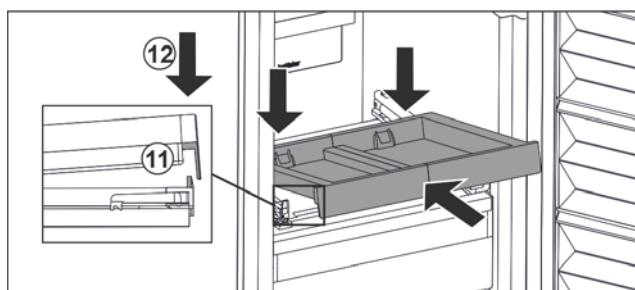

Fig. 84
- Вставьте, наклоняя вниз. Обратите внимание на то, чтобы на обеих сторонах упор был за накладкой. Fig. 84 (11)
- Снимите выдвижную панель спереди. Fig. 84 (12)